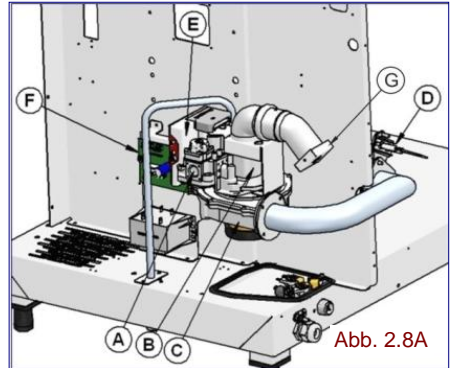

Abb. 2.8A
(Brenner der Heizung des Garraums) (Abb. 2.8A-B-C)
**ACHTUNG:** für die Öfen Modell **207G** und **606G** muß man den festen Luft Regler (G) (Abb. 2.8A) der Venturi Absaugens mit einem geeigneten Regler ersetzen:
- 3 Die Drehzahl des Gebläses (C) der (Abb. 2.8A-B) auf folgende Weise einstellen: